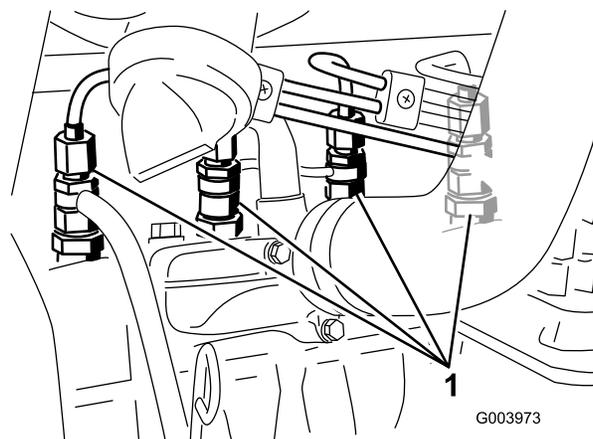

Figura 66
1. Liberte a tubagem que se encontra ligada ao injector n° 1 e à estrutura de suporte da bomba de injeção (Figura 66).